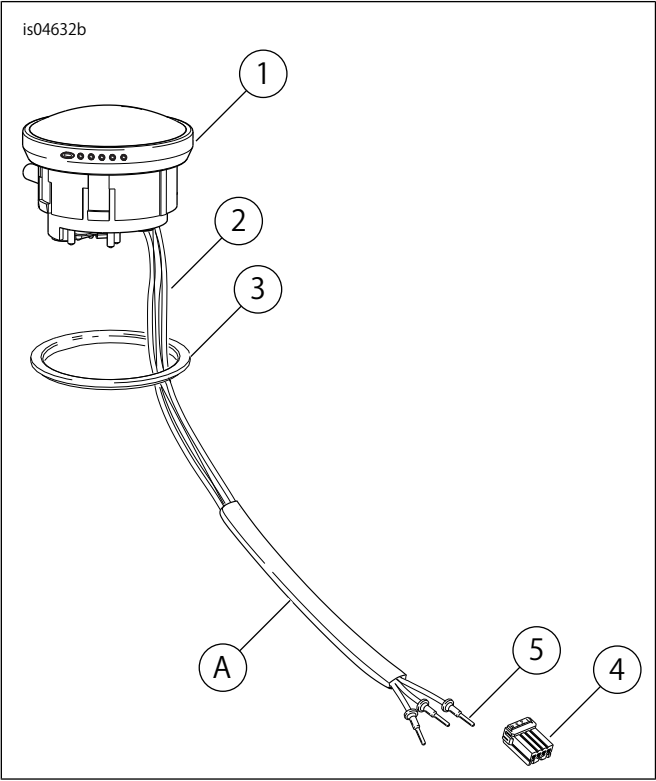

図3。交換用パーツ：LEDフューエルゲージキット
「図3」および「表1」を参照してください。
2. 「図3」を参照してください。コネクターのソケットターミナル側のピンを押し、ピンとソケットの半分を外します。
4. 「図3」を参照してください。ゲージをしっかりと握り、ゆっくり引き上げ(ねじらない)フューエルタンクからフューエルゲージを取り出します。キャブレター付きモデル: センディングユニットコネクター2本を外します。ゲージを外しながら、チューブからコンジットと2本のワイヤーを送ります。フューエルゲージを取り外し、廃棄します。燃料噴射式モデル: ゲージを外しながら、チューブからコンジットと3本のワイヤーを送ります。
2. 「図3」を参照してください。新しいガasket(3)をキットのLEDフューエルゲージ(1)に取り付けます。ガasketは平らな面がゲージ端と接触するよう取り付けます。